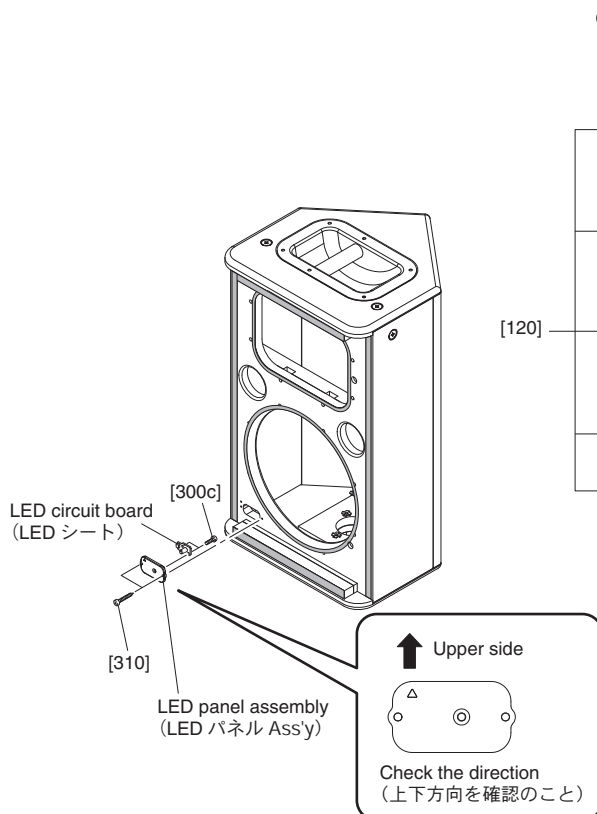

Fig. 7 (図 7)
- 4-2. Remove the two (2) screws marked [310]. The LED panel assembly can then be removed. (Fig. 7)
- 4-3. Remove the two (2) screws marked [300c]. The LED circuit board and the LED panel sub assembly can then be separated. (Fig. 7)
- 4-2. [310] のネジ 2 本を外して、LED パネル Ass'y を外します。(図 7)
- 4-3. [300c] のネジ 2 本を外して、LED シートと LED サブパネル Ass'y を別けます。(図 7)